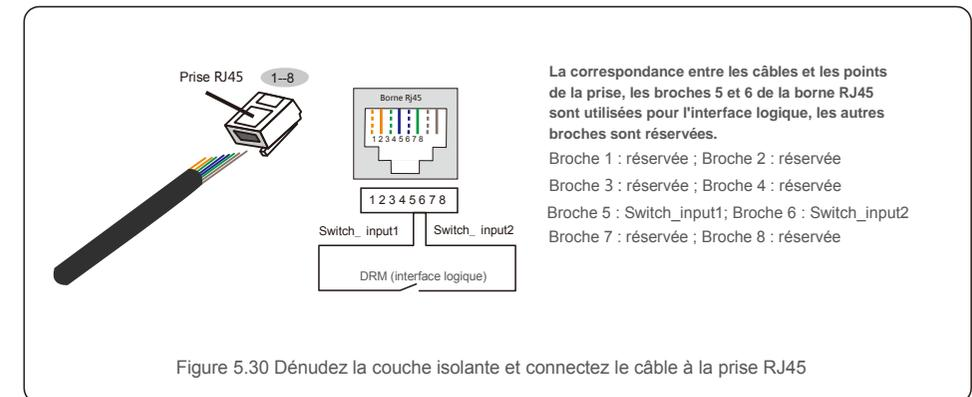

Figure 5.30 Dénudez la couche isolante et connectez le câble à la prise RJ45
2. Utilisez le dénudeur de fils réseau pour dénuder la couche isolante du câble de communication. Selon la séquence de ligne standard de la figure 5.30, connectez le fil à la prise RJ45, puis utilisez une pince à sertir pour serrer le câble réseau.